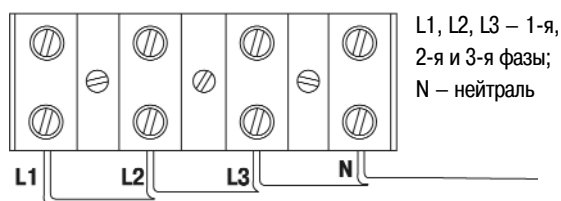

рис.7.1.
7.2. Для подключения кабеля питания необходимо снять крышку блока питания. Ввести питающий кабель через специальные отверстия в полость блока питания и подсоединить к колодке, соблюдая указанную маркировку (см. рис.7.1.)